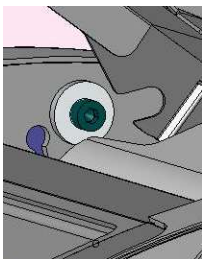

Abb. 01
- d. Hängen Sie die **Papieraufagetisch(e)** (=Papierkassette(n)) in die dafür vorgesehenen Aufhängung(en) und klappen sie dann nach hinten (Abb. 01, 02, 03).